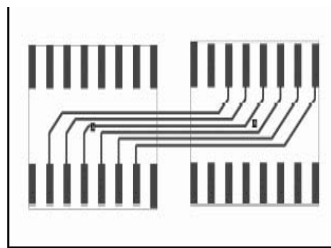

Рис.9.7.8
- Провести шесть соединений между контактами можно, как показано на рис. 9.7.8.